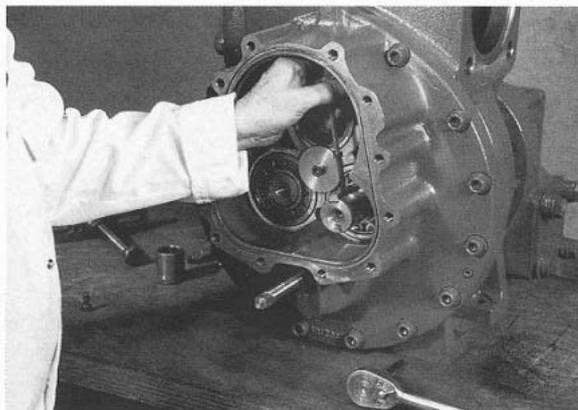

Рис. 24
13. Снимите втулку ведущей шестерни. (Рис. 24)